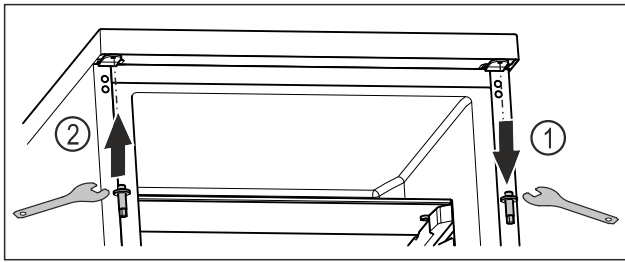

*Fig. 21*
- ▶ Oberen Bolzen mit Außensechskantschlüssel herausdrehen. *Fig. 21 (1)*
- ▶ Bolzen auf der Gegenseite mit Außensechskantschlüssel festschrauben. *Fig. 21 (2)*